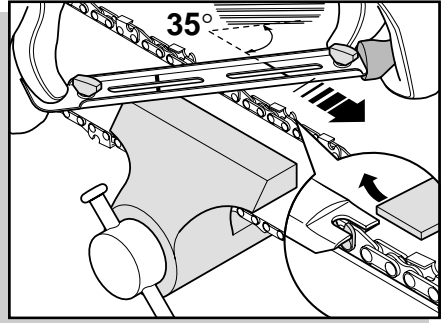

fig. 10
- Fixar a barra de guia numa morsa de modo que a corrente possa correr livremente (fig.10);
- Fixar a lima no suporte e apoiá-la sobre o elo de corte a 35° (ver a marca no suporte da lima) (fig.10);
limar o excesso com uma lima chata. Arredondar o delimitador de profundidade (fig.10);